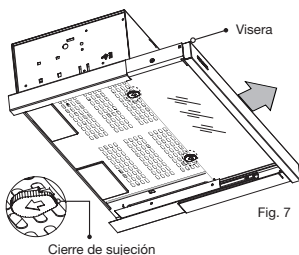

Fig. 7
- Tome la campana y desplace la visera hacia el frente, retire el soporte filtro, presionando los dos cierres de sujeción en el sentido que indican las flechas y hale hacia abajo, ver fig. 7.